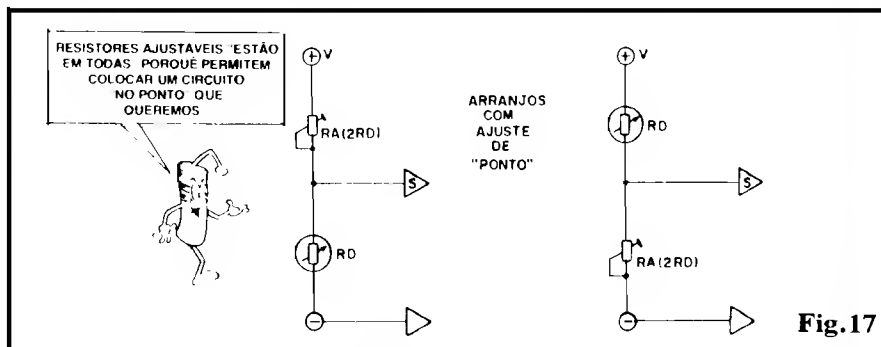

Fig. 17
- **FIG. 17** - Conforme foi explicado, qualquer que seja o "Resistor Dependente" utilizado num circuito ou arranjo sensor específico, será muito difícil encontrarmos **exatamente** o valor calculado, "matematicamente", nas Lojas... Isso porque as séries de RD, comerciais, não apresentam **tantos** valores nominais disponíveis (como ocorre - por exemplo - com os resistores fixos comuns...). Entretanto, esse eterno "probleminha" não é caso para "desespero"! Se estruturarmos o velho e simples divisor de Tensão, com o RD num dos ramos, e o **outro** ramo formado por um RESISTOR AJUSTÁVEL (**trim-pot** ou potenciômetro), teremos grande facilidade em "balancear" o arranjo, de modo a, em "repouso", mostrar na junção - ponto S - exatamente o valor de Tensão esperado para tal situação de **stand by**! Como sempre, situações especiais exigem cálculos especiais, mas,